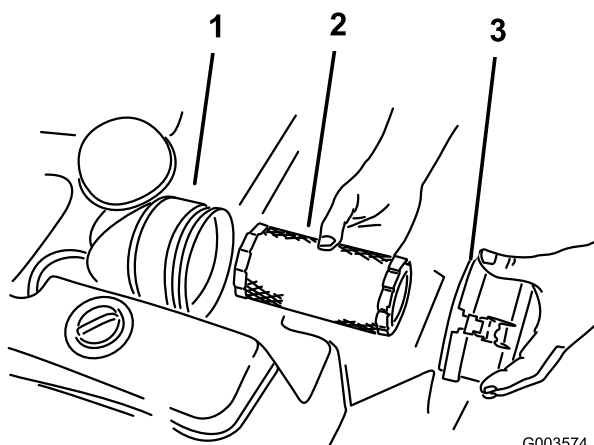

Figure 3
4. Déposez le couvercle du filtre à air et le filtre (Figure 3).